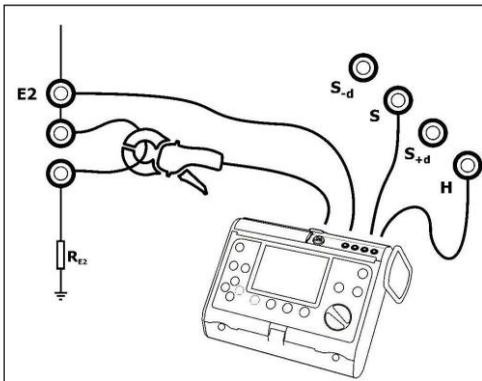

Abb. 10. Anschließen des Messgeräts
- Schließen Sie das Erdungswiderstandsmessgerät (MRU-XXX) wie in Abb. 10 gezeigt an die Buchsen an,